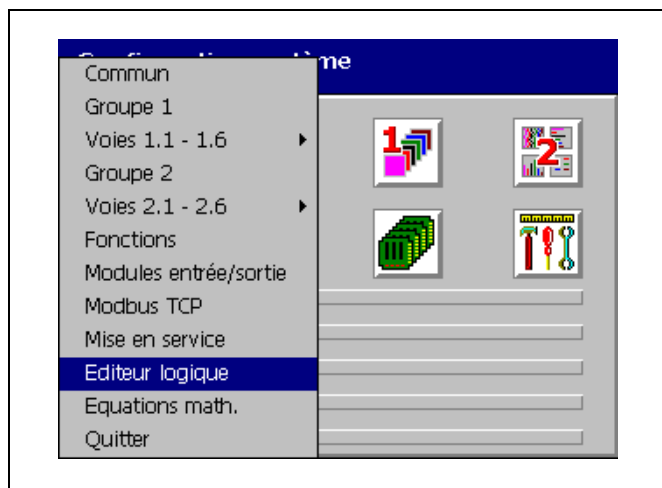

Fig. 1.1 Options du menu des fonctionnalités mathématiques et logiques - SM1000
- Les vues proposées dans ce manuel (à l'exception de la Fig. 1.1) sont celles des écrans de configuration du SM2000 ; les écrans du SM1000 sont similaires.